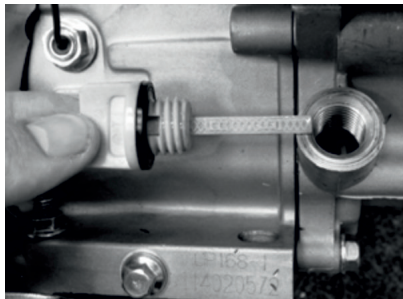

Рис. 4
2. Выкрутите пробку маслозаливной горловины (рис. 4).
1. Выкрутите пробку маслозаливной горловины (рис. 4).